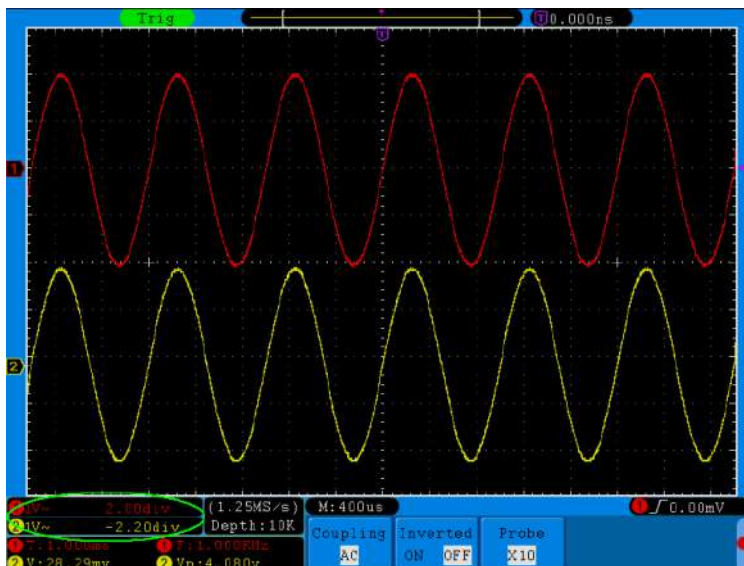

Рисунок 25 - Информация о положении осциллограммы по вертикали
3. Когда положение осциллограммы по вертикали изменяется, измененная величина смещения для данного канала отображается в левом нижнем углу дисплея (см. рисунок 25).